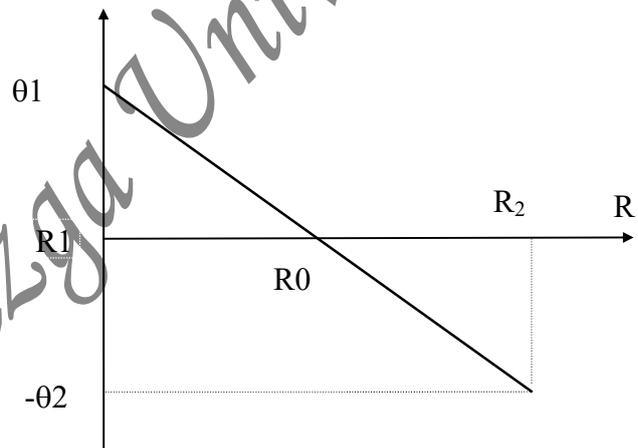

Fig.3: Relation entre la résistance et la déviation
Prenant un galvanomètre à zéro milieu. En donnant à R une valeur (par exemple  $R_1$ ) pour laquelle on a une déviation du galvanomètre (à zéro milieu) à droite ( $\theta_1$ ) ensuite on lui donne une autre valeur de  $R_2 = R_1 + \rho$  de telle sorte qu'on aura une déviation à gauche ( $\theta_2$ ). Si on suppose que les valeurs des résistances sont proportionnelles avec les déviations alors on peut avoir la relation linéaire entre la résistance et la déviation comme le montre la figure 3. D'où on
- Prendre les résultats et déterminer la valeur de  $R_x$  en utilisant l'interpolation (figure 3).